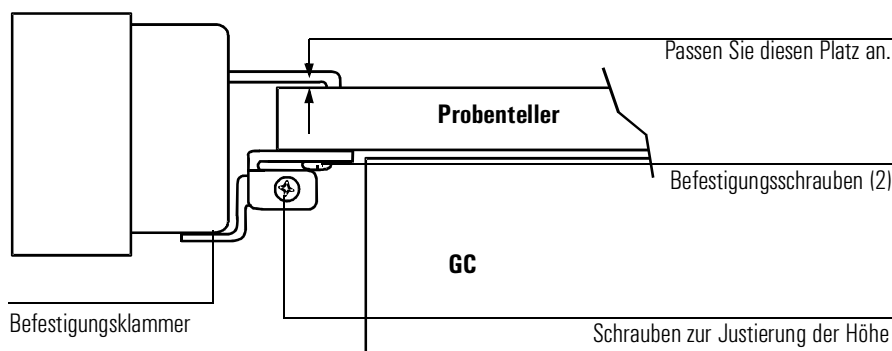

Abbildung 4 Die Befestigungsklammer der Barcode-Leseinheit
5. Passen Sie die Höhe der Barcode-Leseeinheit an. Lösen Sie die Justierschraube für die Höhe auf der Seite der Befestigungsklammer etwas, und heben oder senken Sie die Klammer etwas, bis Sie einen sehr kleinen Spalt – ungefähr die Stärke einer Papierseite – zwischen den Befestigungsklipps der Barcode-Leseeinheit und dem Probenhalter erhalten. Siehe Abbildung 4. Ziehen Sie die Justierschraube für die Höhe fest.